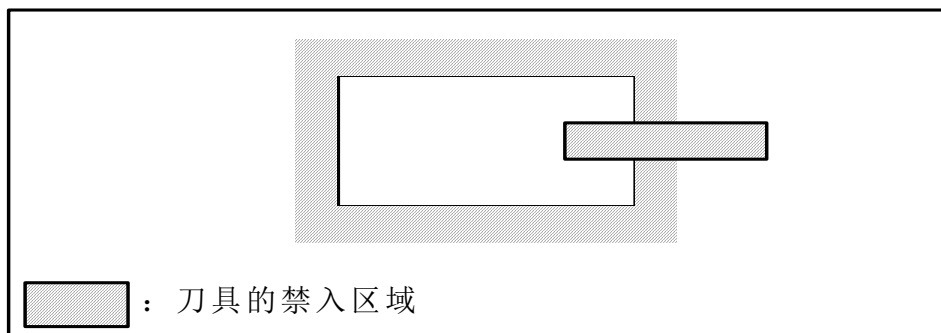

图 2-6-5 设置重叠的禁入区域
- 4) 刀具禁入区域的重叠：禁入区域可以以重叠的方式设置。如图2-6-5所示。